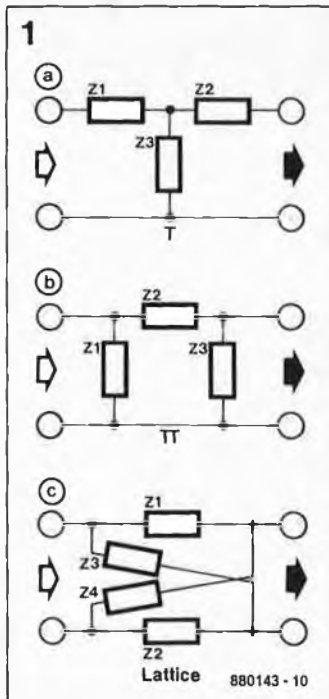

Figure 1. Quelques types de réseaux de filtrage passifs: filtre en T, en  $\pi$  et filtre de Lattice.
Il existe plusieurs critères de classement des filtres. On peut, par exemple, les subdiviser en fonction de la disposition de leur configuration: on parle dans ce cas de réseaux en échelle (en forme de T ou de  $\pi$ ) ou de Lattice (figure 1). Pour ce dernier type de filtre il n'existe pas de nom qui rende correctement la forme typique du filtre: on se trouve en fait en présence d'un filtre composite où deux paires de résistances prises en série sont montées en interconnexion croisée.
**Figure 1. Schéma d'ensemble d'un lecteur de disques audio numériques équipé de circuits intégrés Valvo-Philips. La commande de vitesse du moteur dépend de la fréquence d'horloge XSYS produite par l'oscillateur intégré sur le circuit SAA7220.**
CD accepteront que l'on modifie ainsi leur fréquence d'horloge. Sur la figure 1 apparaît un synoptique typique de lecteur de CD de la seconde génération, avec les classiques circuits Valvo-Philips. Ici c'est le filtre numérique SAA7220, équipé d'un quartz X à ses broches XIN et XOUT qui produit le signal d'horloge dont la fréquence de 11,2896 MHz cadence le traitement des données (décodage, correction d'erreur et conversion numérique/analogique), mais aussi la vitesse de rotation du moteur. Sur d'autres lecteurs qui n'étaient pas équipés de SAA7220, nous avons trouvé le quartz connecté directement au SAA7210 qui produit le signal d'horloge. Sur les lecteurs de l'avenir ce sera le SAA7320. Peu importe d'ailleurs le circuit intégré utilisé, pourvu qu'il ne perde pas les pédales quand on modifie sa